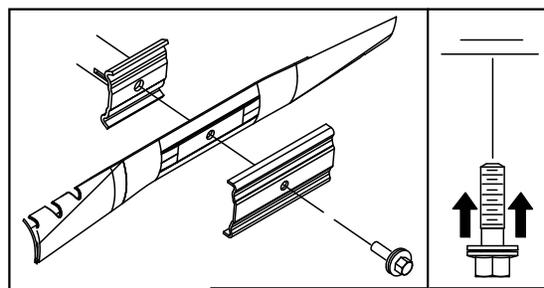

Figure 52
3. Immobilisez la lame avec un morceau de bois (Figure 52).
4. Déposez la lame mais ne jetez pas les fixations (Figure 52).
5. Montez la nouvelle lame et toutes les fixations (Figure 52).